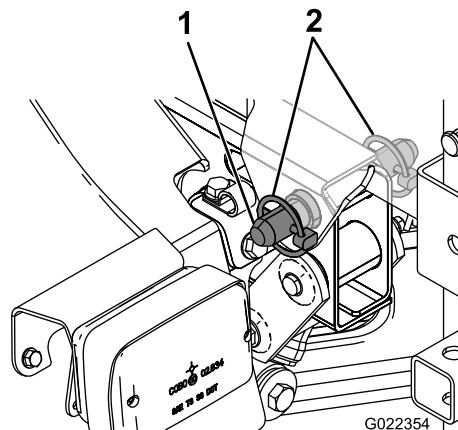

图 10
5. 将药缸滑轨总成后部的钩耳中的孔与工作车机架末端的货斗枢轴管中的孔对齐图 10。
6. 将锥形柱销和 2 个保险销安装到钩耳上以将药缸总成固定到机架上图 10。